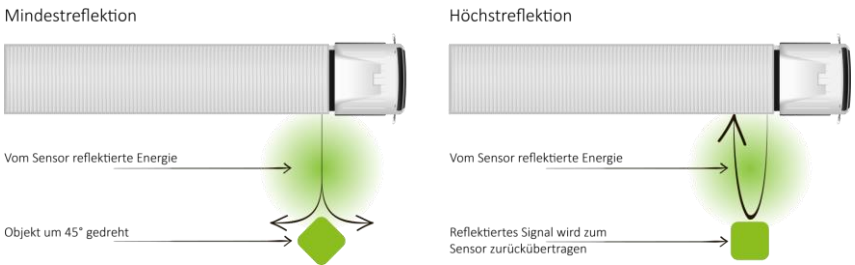

Abbildung 4. Objektreflexion
**Winkel** – eine flache, lotrecht zum Sensor ausgerichtete Seite eines Objekts wird mehr Energie reflektieren als ein abgewinkeltes Objekt. In Abbildung 4 wird anhand eines Beispiels veranschaulicht, wie ein Winkel die zurückübertragene Energie beeinflussen kann.